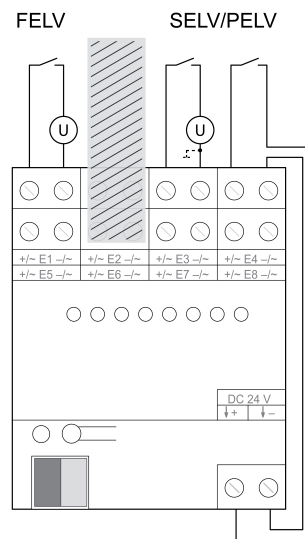

Bild 5
- Zwischen den Eingängen, die mit SELV/PELV- und FELV-Stromkreisen beschaltet sind, zwei Eingänge ungenutzt lassen (Bild 5).